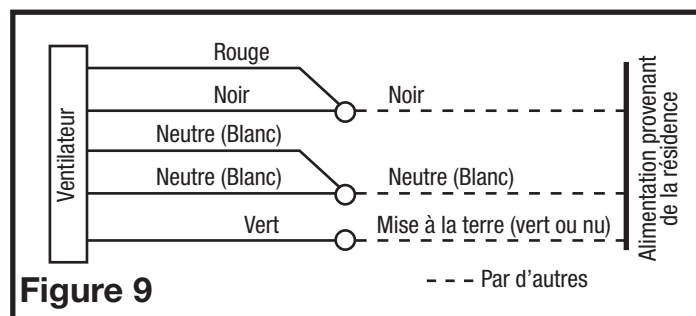

Figure 9
- Par là où vous avez accès à l'intérieur de la boîte de jonction du ventilateur, raccorder un fil blanc provenant de la maison aux deux fils blancs du réceptacle de la lumière et le fil blanc du réceptacle du ventilateur d'évacuation. Raccorder le fil noir provenant du commutateur mural aux deux fils noirs du réceptacle de la lumière et au fil noir du réceptacle du ventilateur d'évacuation. Raccorder le fil de mise à la terre de la maison au fil vert du réceptacle du ventilateur (Figure 9). Utiliser des méthodes de raccordement approuvées pour toutes les connexions.